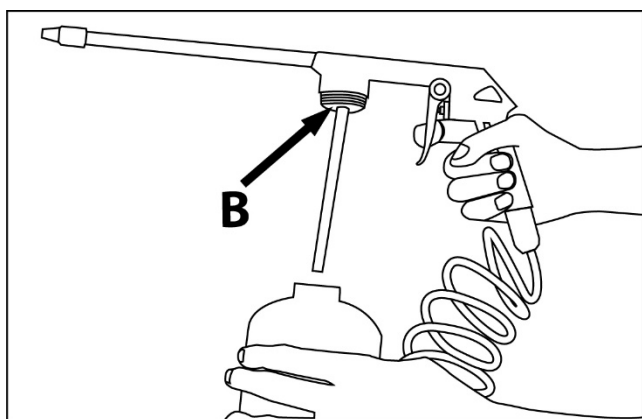

Рис. 17.
3. Открутите стакан от корпуса пистолета **B** (рис. 17). Заполните его нужным веществом и снова прикрутите стакан к корпусу пистолета **B**.